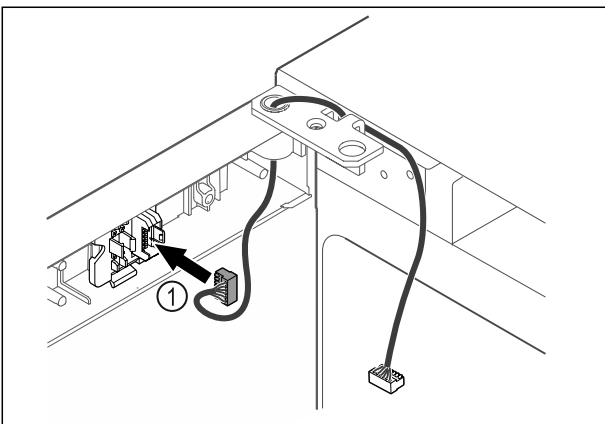

Fig. 43
- ▶ Вставьте штекер Fig. 43 (1) в держатель.